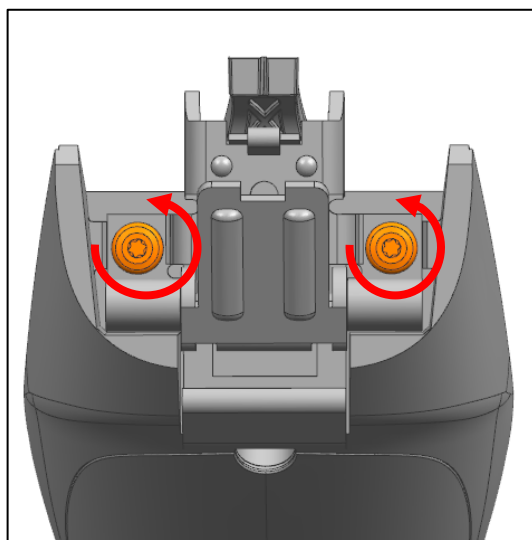

Abb. 9
- a) Lösen Sie die zwei markierten Schrauben. Verwenden Sie hierzu einen Torx-10-Schraubendreher (Abb. 9).